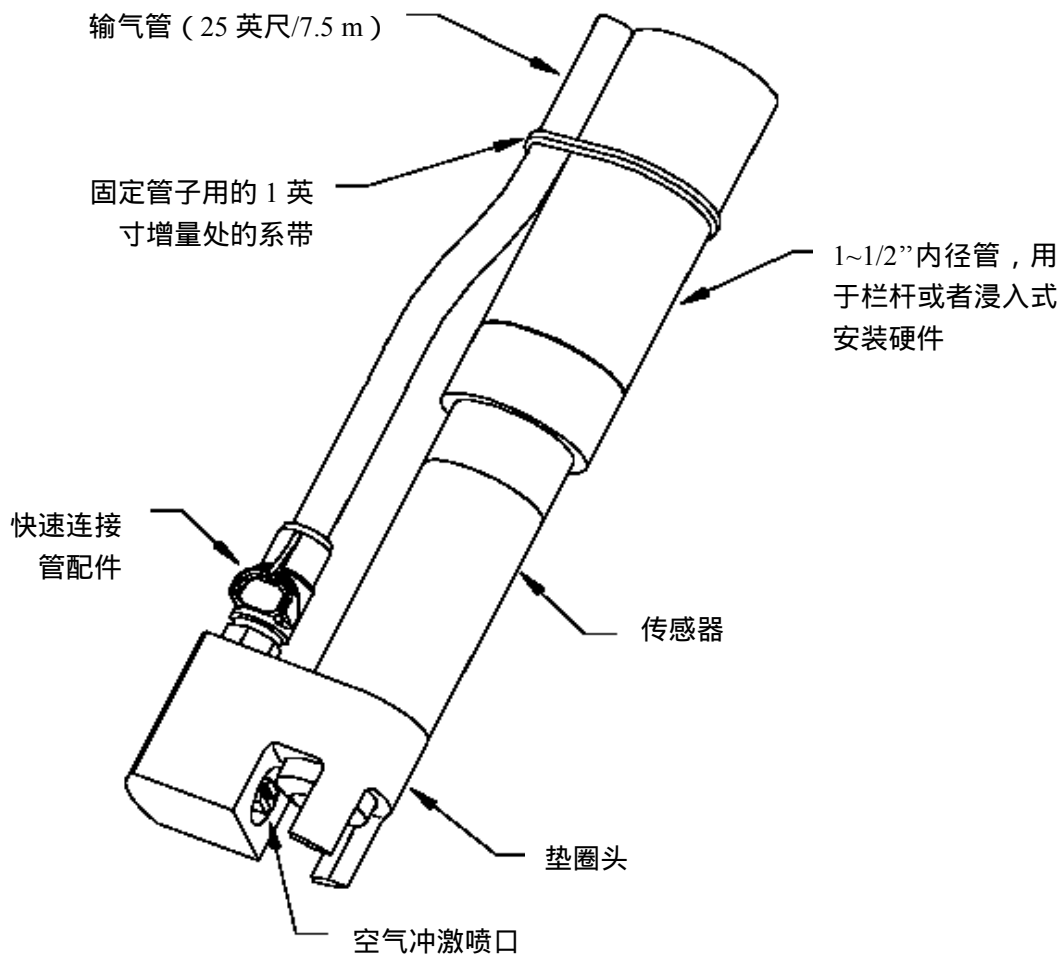
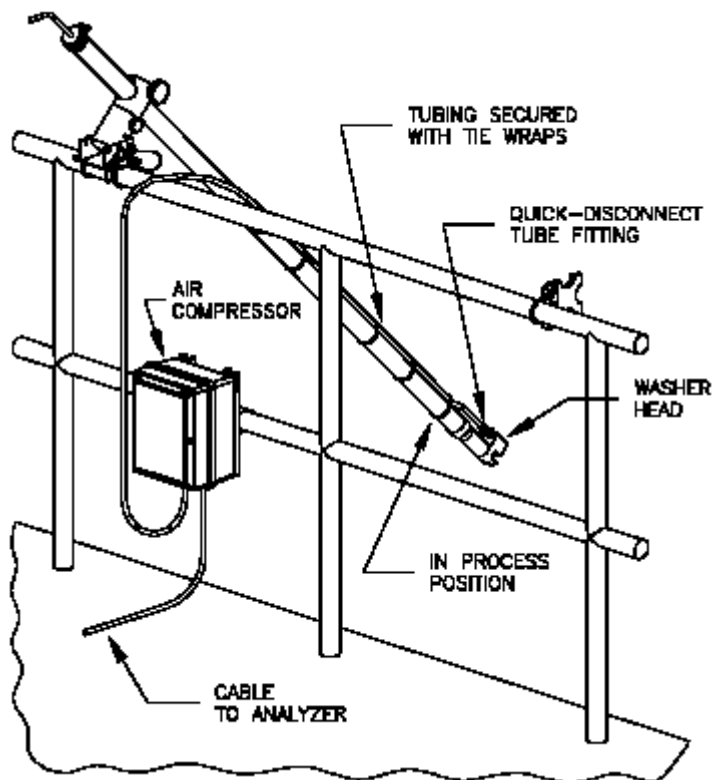

图 2-6 可选的垫圈头组件安装细节
图 2-7 空气压缩机位置示意图
您可能有一个可选的 GLI 垫片头组件(图 2-6)或者是自带的包括空气压缩机在内的空气冲击清洗系统(图 2-7)。要安装垫片组组件,参阅第 4.1 子小节;关于空气压缩机的安装详情参见第 4.2 节,包括 GLI D63、D53 或 D33 分析仪的接线指导。
1. 将空气压缩机放在靠近安装的传感器的地方 (图 2-7)。